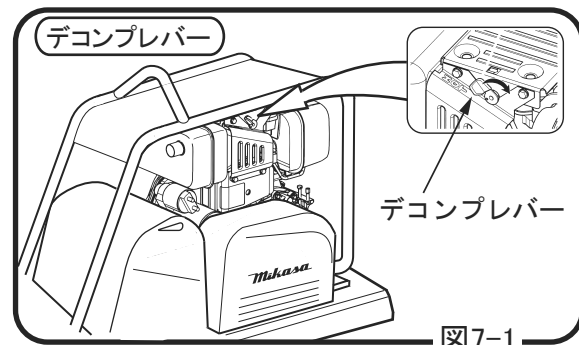

図7-1
- a. 始動ノブをゆっくり引いていくと、重くなる所(圧縮点)があります。そこで始動ノブをゆっくり戻し、デコンプレバーを倒します。始動ノブを勢い良く引くとエンジンが始動します。(図7-1,7-2)